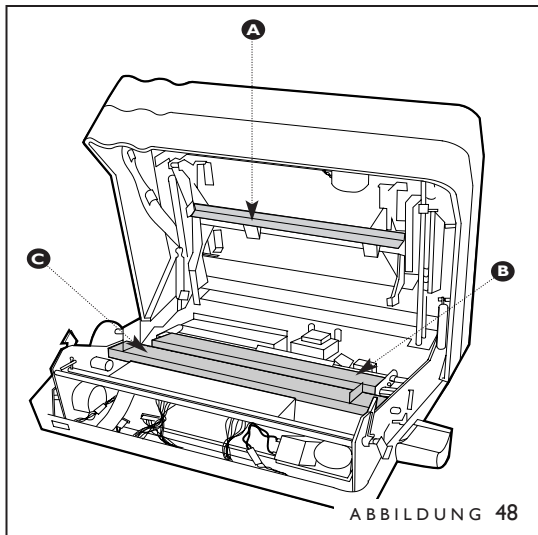

ABBILDUNG 48
- Nun die Verkleidung in ihre aufrechte Stellung bringen (Abbildung 48). Die Walze ist teflonbeschichtet und erstreckt sich entlang der Mitte des Geräts (Artikel B in Abbildung 48).